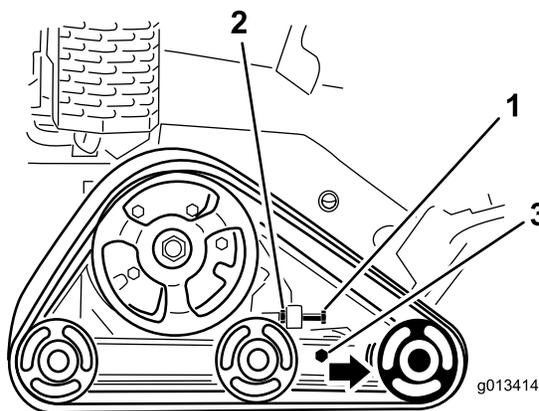

図 43
3. クローラのテンションボルトとテンションアームのクランプボルトのジャムナットをゆるめる **図 43**。
4. テンションボルトを 32.5-40 N·m (3.3-4.2 kg·m = 24-30 ft·lb) にトルク締めする **図 43**。
4. テンションボルトとジャムナットをゆるめる 図 43。
5. クランプボルトをゆるめる 図 43。